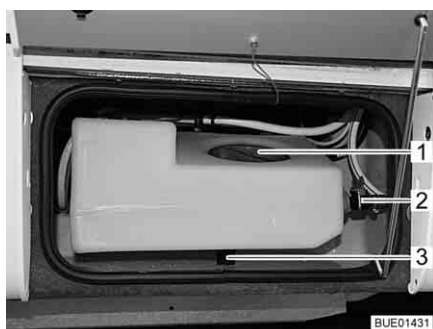
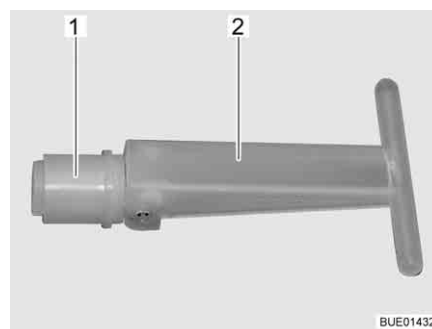

Fig. 235 Réservoir d'eau supplémentaire
Fig. 236 Bouchon de fermeture
Quand le robinet de vidange (Fig. 235,2) est ouvert, la contenance du réservoir d'eau supplémentaire est limitée à env. 30 l ; l'eau en surplus s'écoule. Quand le robinet de vidange est fermé, le volume complet du réservoir est disponible.
Quand on tire sur le bouchon de fermeture (Fig. 236,1) à l'intérieur du réservoir d'eau supplémentaire, l'eau s'écoule par l'orifice d'écoulement (Fig. 235,3). Le bouchon de fermeture est accessible par l'ouverture de service (Fig. 235,1).
- S'assurer que le bouchon de fermeture (Fig. 236,1) est fermé dans le réservoir d'eau supplémentaire (la poignée (Fig. 236,2) est rabattue).
- S'assurer que le robinet de vidange (Fig. 235,2) est fermé.
- Ouvrir l'ouverture de service (Fig. 235,1) dans le réservoir d'eau supplémentaire.
- Placer la poignée (Fig. 236,2) du bouchon de fermeture (Fig. 236,1) à la verticale à travers l'ouverture de service et retirer le bouchon.
- Ouvrir le robinet de vidange (Fig. 235,2) sur le réservoir d'eau supplémentaire.